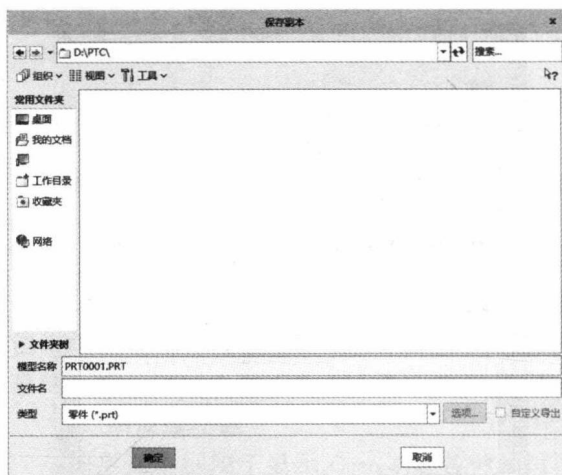

图 1-10 【保存副本】对话框
① 单击【保存副本】命令，弹出【保存副本】对话框，如图 1-10 所示。在【保存副本】对话框中输入当前模型副本名称和存储路径，单击【确定】按钮完成副本的创建。